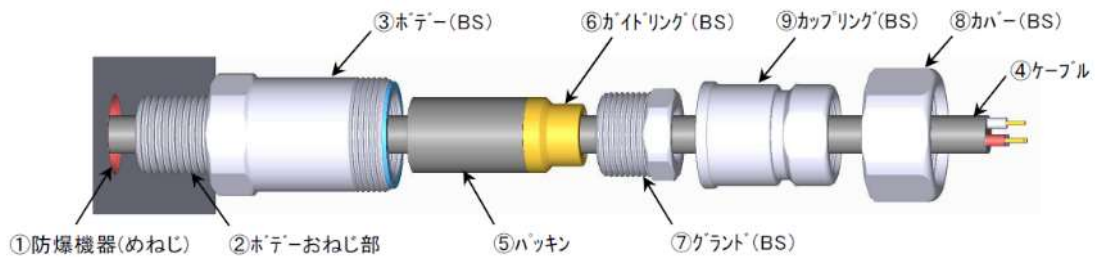

図 12 SFGU 20-N-F 構造
15.3.1 標準型式:SFGU 20-N-F (図 12 参照)